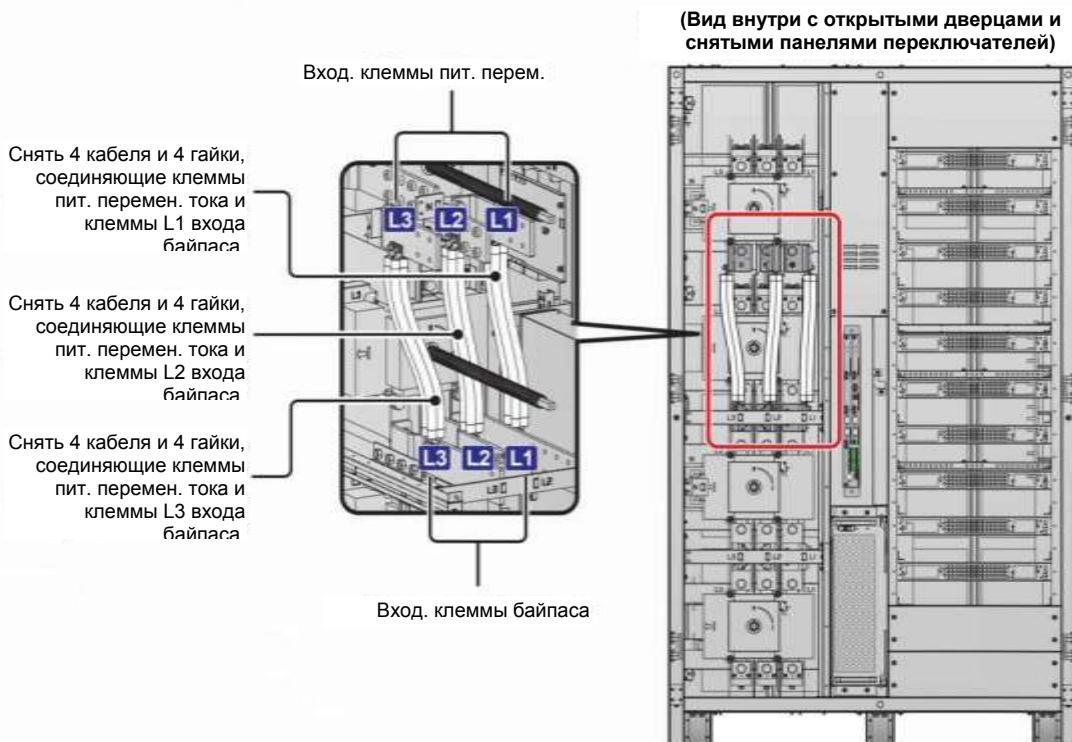

Рисунок 5-6: Снятие 12 кабелей, соединяющих клеммы (L1/L2/L3) главного и байпасного питания
- 2** Открутите 12 гаек, чтобы снять 12 кабелей, соединяющих клеммы входа питания переменного тока (L1/ L2/ L3) и входные клеммы байпаса (L1/ L2/ L3), для изменения схемы подключения к одной линии на схему подключения к двум линиям. См. *Рисунок 5-6*.